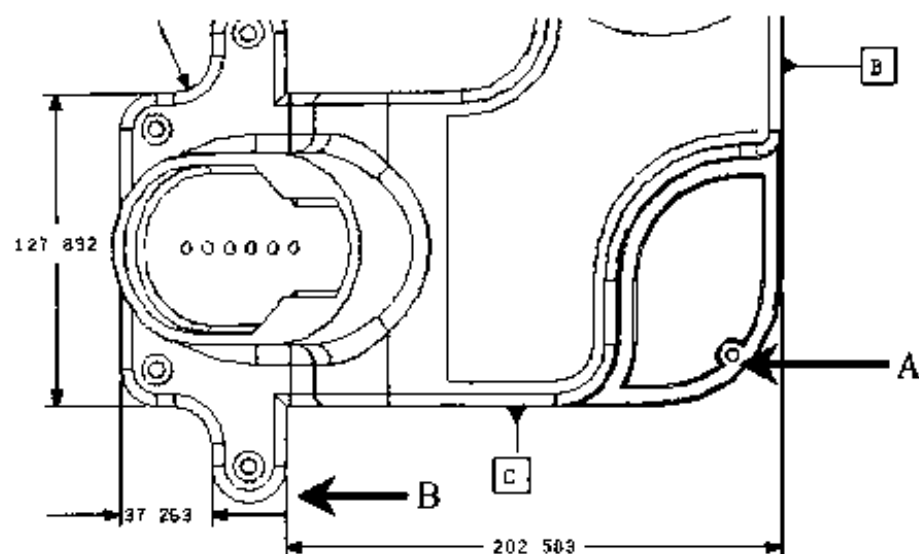

图 2.69 利用【智能标注】添加点到线尺寸
- (6) 使用【智能标注】工具，按如图 2.69 所示先后选择 A、B 点，选择 B 点时按 Tab 键，可以添加点到线的标注。